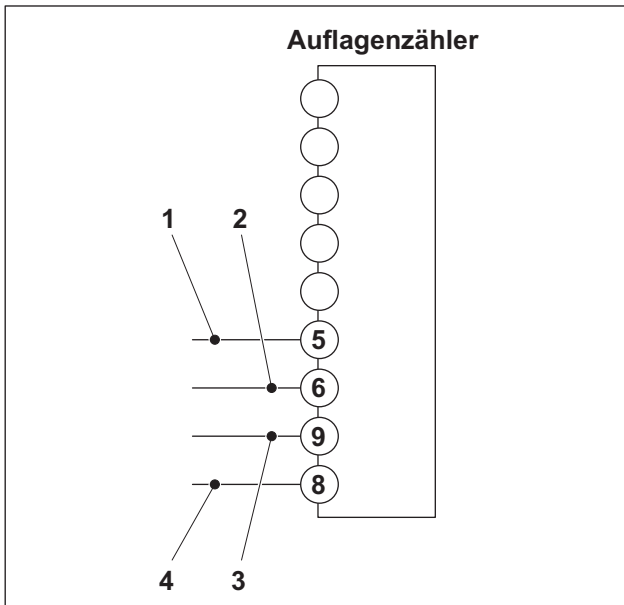
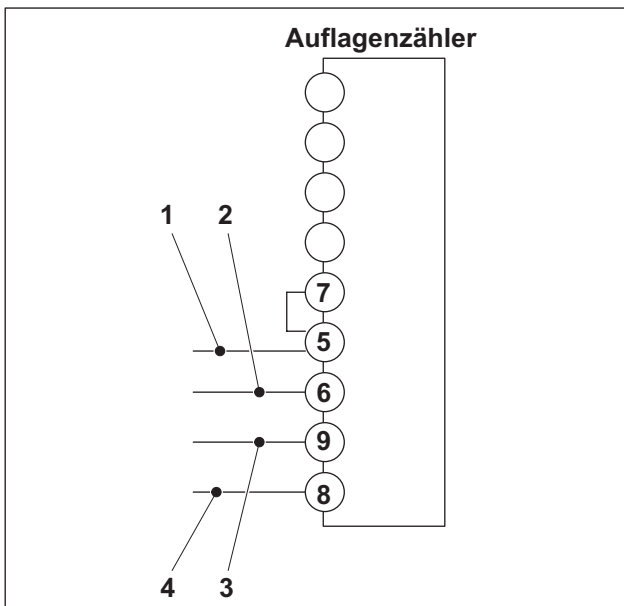

Abb. 9 Vorhandener Zustand des Auflagenzählers
Abb. 10 Neuer Zustand des Auflagenzählers
3. Beschriften Sie die Leitung (Abb. 9/1), die an der Klemmleiste Pin 5 (Abb. 9/5) des vorhandenen Auflagenzählers (Abb. 7) angeschlossen ist, mit der Ziffer 5.
4. Beschriften Sie die Leitung (Abb. 9/2), die an der Klemmleiste Pin 6 (Abb. 9/6) des vorhandenen Auflagenzählers (Abb. 7) angeschlossen ist, mit der Ziffer 6.
5. Beschriften Sie die Leitung (Abb. 9/3), die an der Klemmleiste Pin 9 (Abb. 9/9) des vorhandenen Auflagenzählers (Abb. 7) angeschlossen ist, mit der Ziffer 9.
6. Beschriften Sie die Leitung (Abb. 9/4), die an der Klemmleiste Pin 8 (Abb. 9/8) des vorhandenen Auflagenzählers (Abb. 7) angeschlossen ist, mit der Ziffer 8.
7. Klemmen Sie die Leitung (Abb. 9/1), die mit der Ziffer 5 gekennzeichnet wurde, an der Klemmleiste Pin 5 (Abb. 9/5) des vorhandenen Auflagenzählers (Abb. 7) ab und schließen Sie diese Leitung (Abb. 10/1) an der Klemmleiste Pin 5 (Abb. 10/5) des neuen Auflagenzählers an.
8. Klemmen Sie die Leitung (Abb. 9/2), die mit der Ziffer 6 gekennzeichnet wurde, an der Klemmleiste Pin 6 (Abb. 9/6) des vorhandenen Auflagenzählers (Abb. 7) ab und schließen Sie diese Leitung (Abb. 10/2) an der Klemmleiste Pin 6 (Abb. 10/6) des neuen Auflagenzählers an.
9. Klemmen Sie die Leitung (Abb. 9/3), die mit der Ziffer 9 gekennzeichnet wurde, an der Klemmleiste Pin 9 (Abb. 9/9) des vorhandenen Auflagenzählers (Abb. 7) ab und schließen Sie diese Leitung (Abb. 10/3) an der Klemmleiste Pin 9 (Abb. 10/9) des neuen Auflagenzählers an.
10. Klemmen Sie die Leitung (Abb. 9/4), die mit der Ziffer 8 gekennzeichnet wurde, an der Klemmleiste Pin 8 (Abb. 9/8) des vorhandenen Auflagenzählers (Abb. 7) ab und schließen Sie diese Leitung (Abb. 10/4) an der Klemmleiste Pin 8 (Abb. 10/8) des neuen Auflagenzählers an.
12. Stellen Sie am neuen Auflagenzähler mit einem entsprechend langen Stück Einzelader blau eine Drahtbrücke zwischen der Klemmleiste Pin 5 (Abb. 10/5) und der Klemmleiste Pin 7 (Abb. 10/7) her.